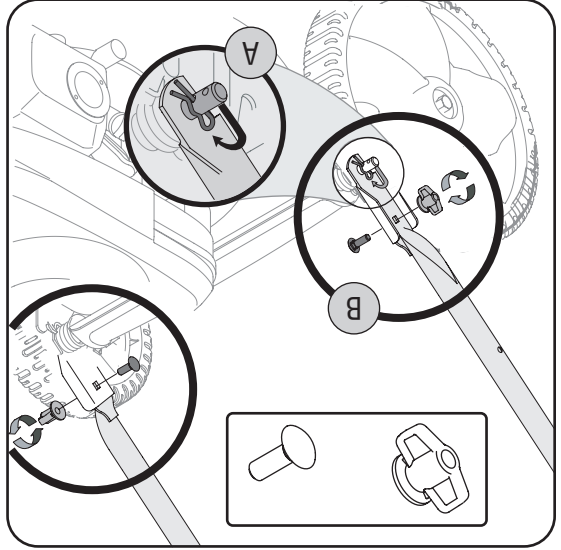

Figure 3-3
a. Enlevez les goupilles fendues placées dans le trou extérieur des goupilles soudées sur les supports de montage du guidon. Placez les goupilles fendues dans le trou intérieur. Voir la Figure 3-3.
b. Placez un boulon ordinaire (dans le sachet de boulonnerie fourni avec la machine) dans le trou supérieur du support de montage de droite du guidon, en procédant de l'intérieur vers l'extérieur. Voir la Figure 3-3. Maintenez-le en place avec un écrou à oreilles en plastique. Répétez de l'autre côté.